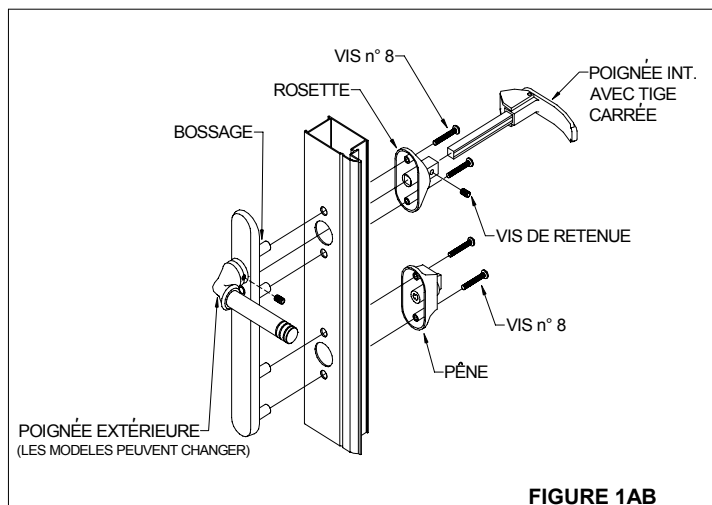

FIGURE 1AB
A: Glissez la poignée équipée intérieure dans sa base. Serrer la vis de retenue de la poignée. **FIGURE 1AB**
B: Insérer la poignée extérieure dans les trous extérieurs de la porte. Glisser la tige carrée de la poignée intérieure à travers la porte dans l'ouverture carrée de la poignée extérieure. Enfiler deux (2) vis à métaux #8 depuis la poignée intérieure jusque dans les bossages de vis de la poignée extérieure. Serrer la vis de retenue de la poignée extérieure. **FIGURE 1AB**